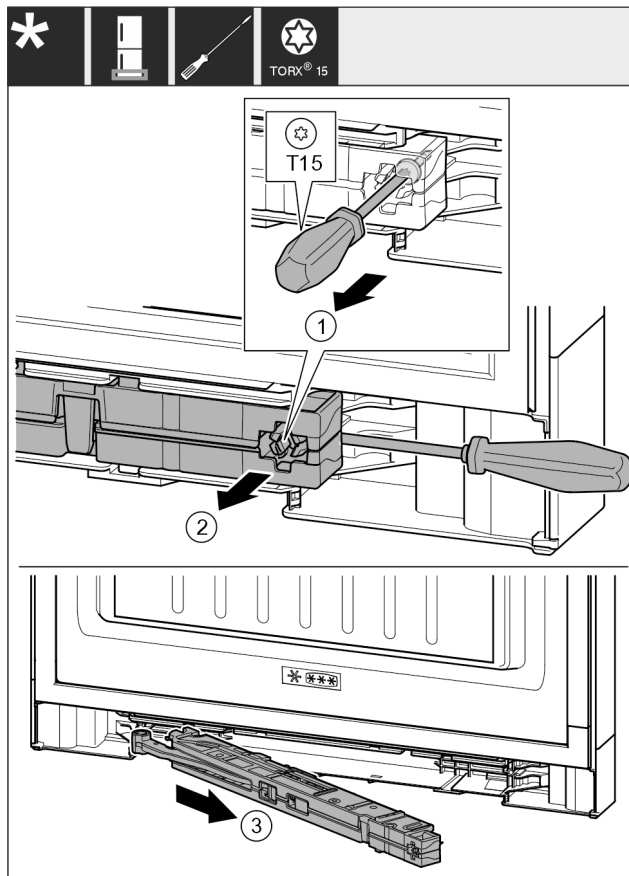

Fig. 16
- Desserrer la vis Fig. 16 (1) de l'unité d'amortissement de fermeture au moyen d'un tournevis 14 mm.
- Décrocher l'unité d'amortissement de fermeture Fig. 16 (2) côté poignée vers l'avant avec un tournevis.
- Retirer l'unité d'amortissement de fermeture Fig. 16 (3).